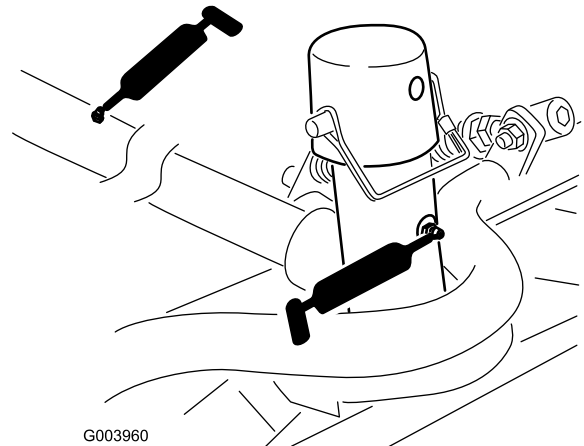

Figura 108
- Pivot i cadru de susinere al unităii de tăiere (2 pentru fiecare) (Figura 108)